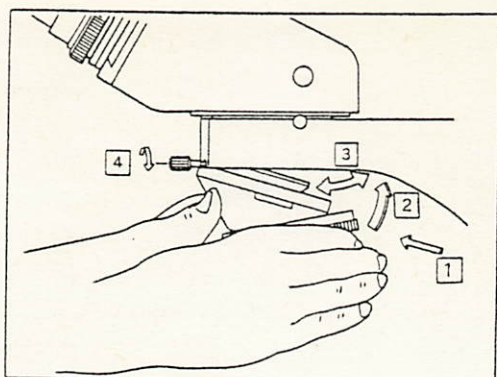

図 11
- 3) 次に対物レンズの取り付けいたレボルバを図11のように傾けて、クランプねじ先端を押しながら傾きを直して取り付けます。